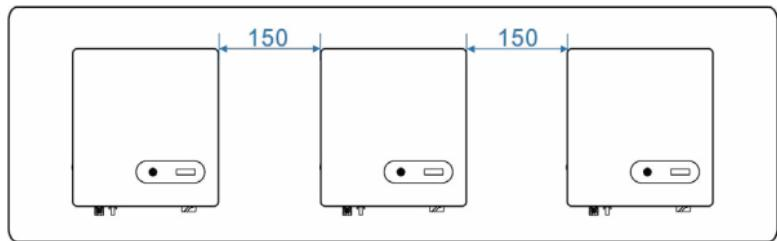
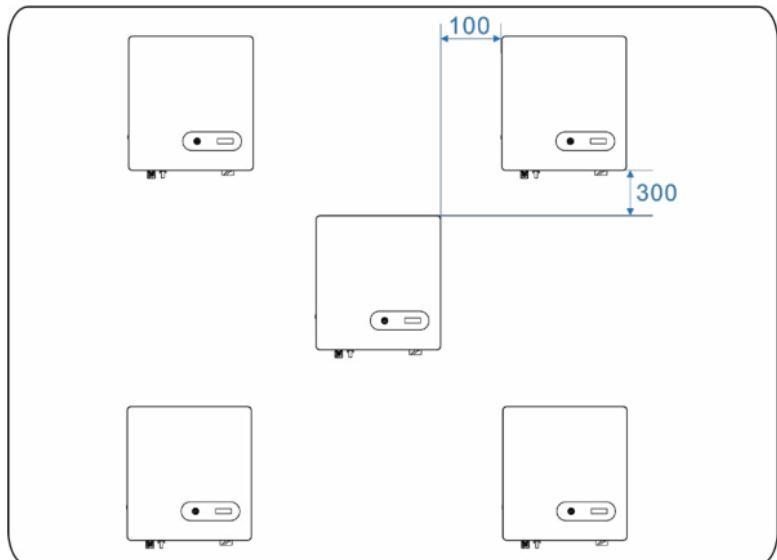
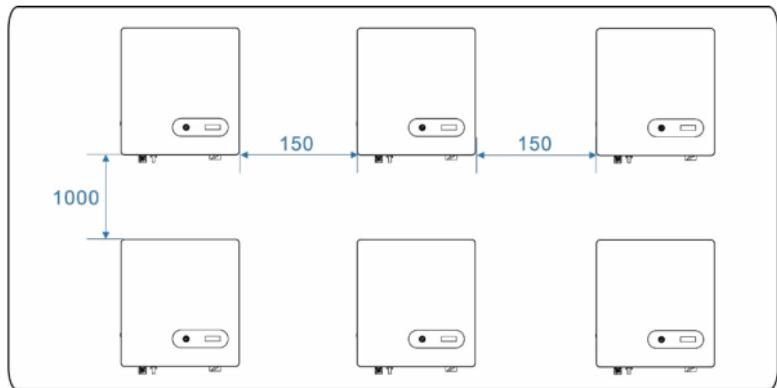

Figura 4.5 Instalare pe aceeași linie (mm)
Figura 4.6 Instalare în modul triunghiular(mm)
Figura 4.7 Instalare în modul stivuit(mm)
c. La instalarea invertoarelor multiple, instalati-le pe aceeași linie, daca există suficient spatiu la dispozitie ca în **Figura 4.5**). În caz contrar, instalati-le sub forma unui triunghi echilateral ca în **Figura 4.6**) sau unul sub celalalt cum arată **Figura 4.7**).